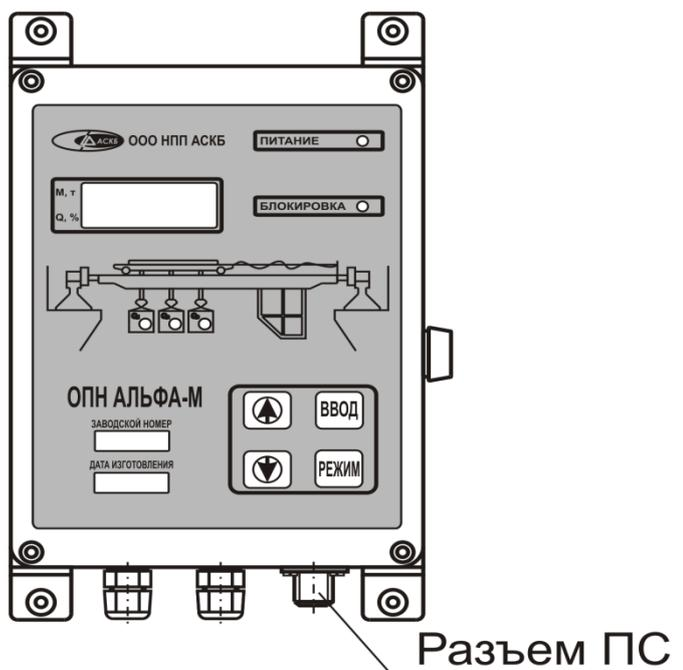

Рисунок 2
2.6 Отключите ПС от ПК и подключите его к разъему ПС (см. рисунок 2), расположенному на торцевой поверхности Бортового микропроцессорного контроллера, при этом БМК может находиться во включенном состоянии.
3.1 Подключите ПС к разъему ПС (см. рисунок 2), расположенному на торцевой поверхности Бортового микропроцессорного контроллера, при этом БМК может находиться во включенном состоянии.